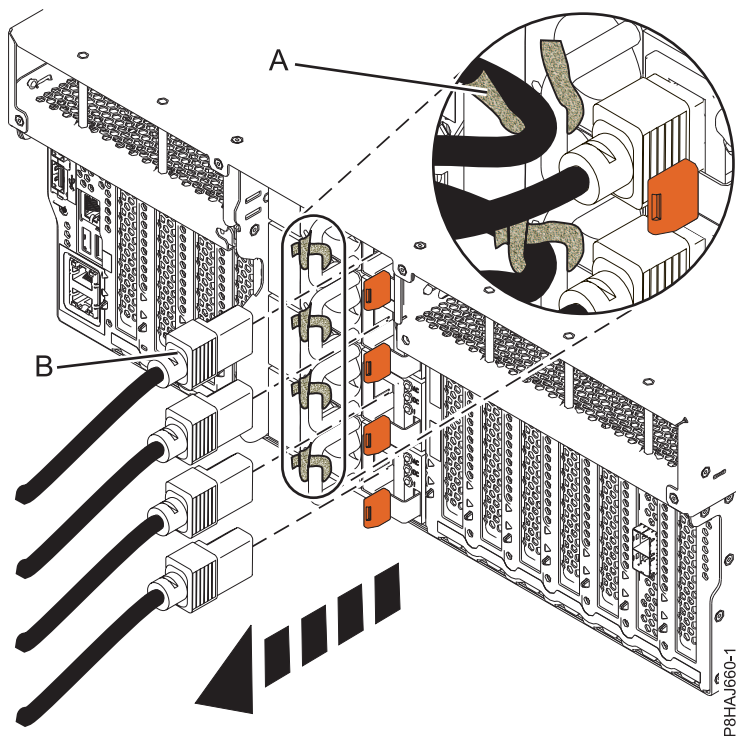
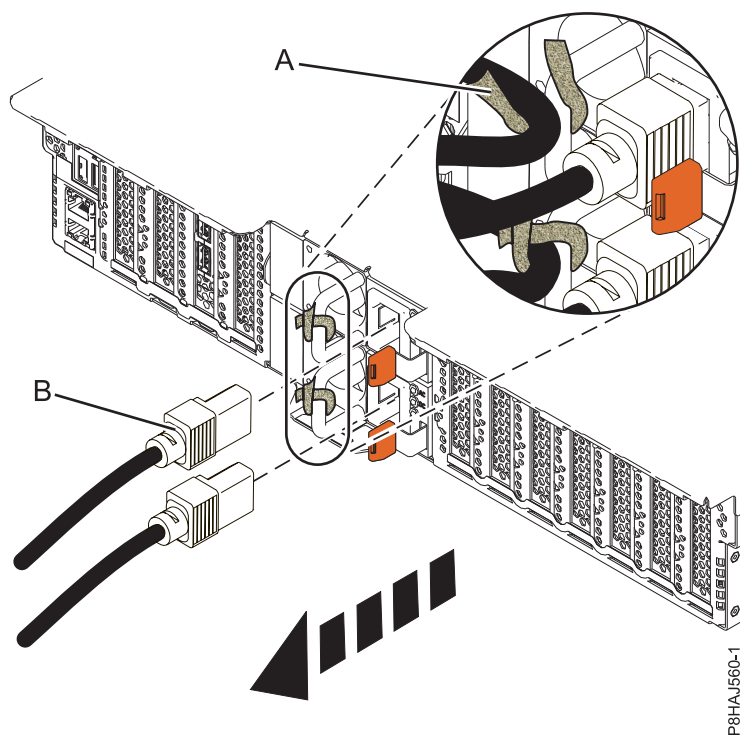
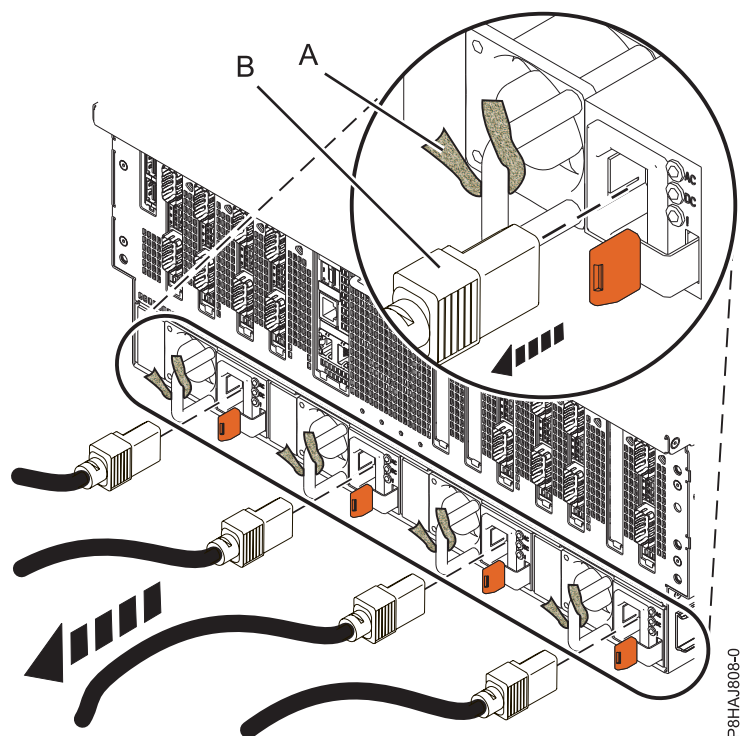

Figura 30. Remover os cabos de alimentação de um sistema 8247-42L, 8286-41A ou 8286-42A
Figura 31. Remover os cabos de alimentação de um sistema 5148-21L, 5148-22L, 8247-21L, 8247-22L, 8284-21A ou 8284-22A
Figura 32. Remover os cabos de alimentação de um sistema 8408-44E ou 8408-E8E
3. Desligue os cabos de alimentação **(B)** da unidade de sistema. Consulte Figura 30 na página 52, Figura 31 na página 53 ou Figura 32 na página 53, ou dependendo do tipo de sistema.